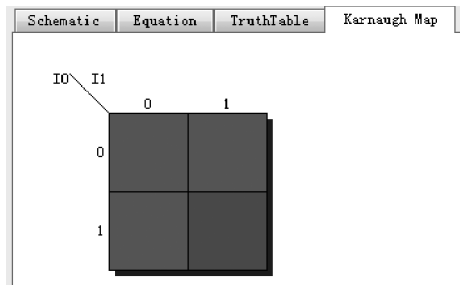

图 3.29 卡诺图表示
(16) 如图 3.29 所示, 给出了该 LUT 内部逻辑关系的卡诺图的表示。
(17) 单击 OK 按钮, 退出查看 LUT 内部结构界面。